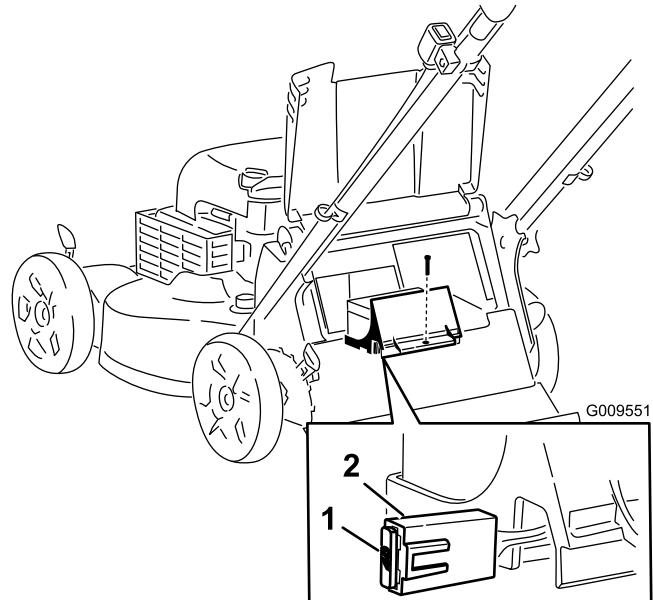

Figura 24
3. Retire el tornillo que sujetá el compartimento de la batería, tire de la batería hacia fuera y localice el fusible (Figura 24).
4. Cambie el fusible del portafusibles (Figura 24).